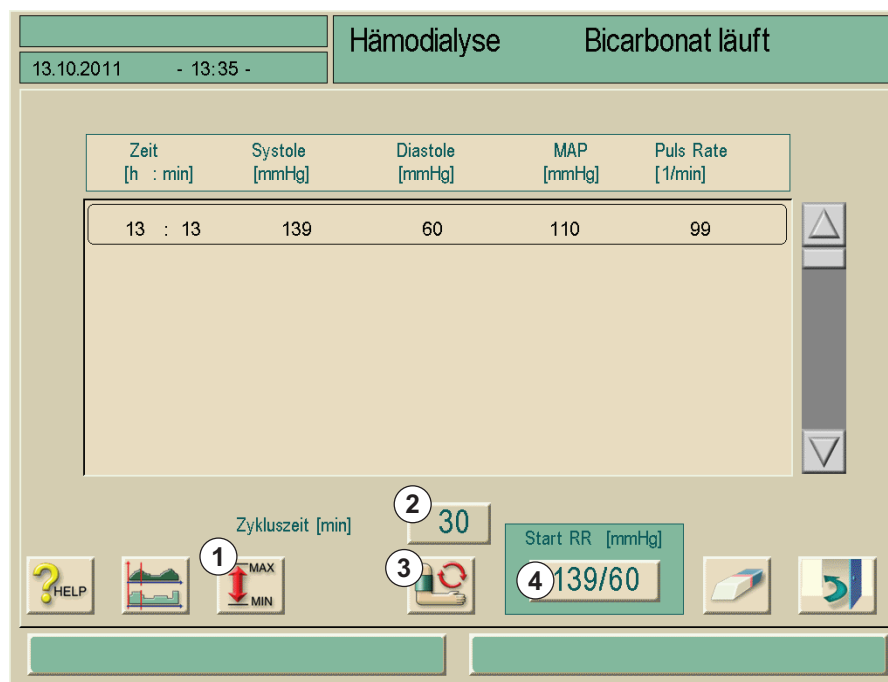
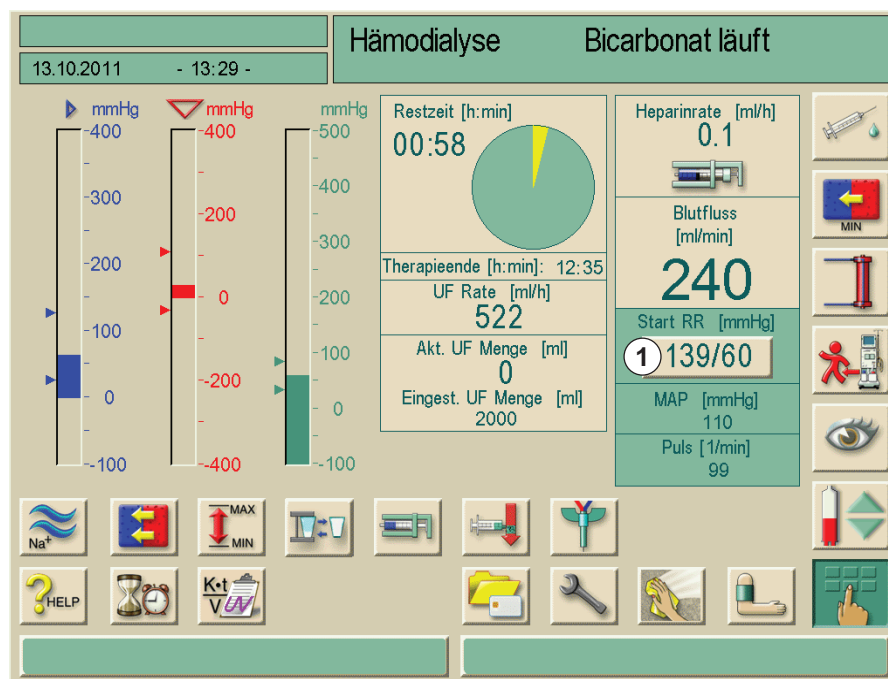

Abb. 11-6 Bildschirm „ABPM-Hauptübersicht“
Abb. 11-8 Bildschirm „Therapie“
1. Im Bildschirm „Therapie“ Feld 1 (Abb. 11-8) bzw. in der „ABPM-Hauptübersicht“ Feld 4 Abb. 11-6 Bildschirm „ABPM-Hauptübersicht“ (196)) berühren.
1. In der ABPM-Hauptübersicht Icon berühren Abb. 11-6 Bildschirm „ABPM-Hauptübersicht“ (196).